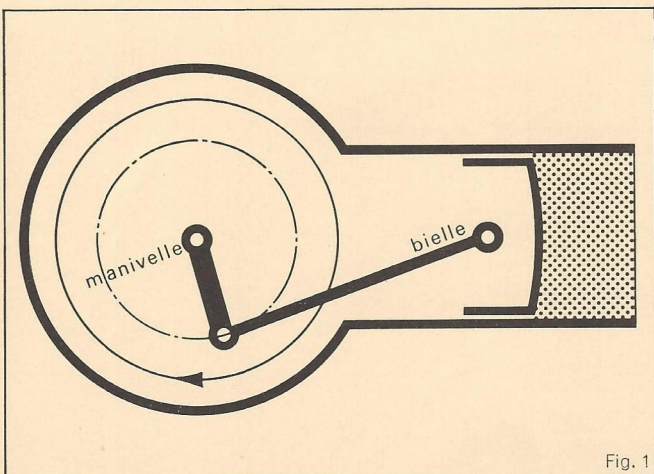
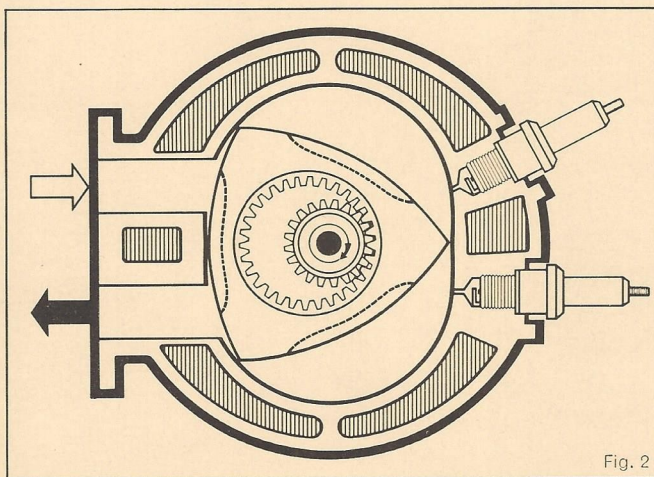

Fig. 1
Fig. 2
Les premiers sont caractérisés par un système bielle-manivelle qui transforme le mouvement alternatif rectiligne du piston en un mouvement circulaire de l'arbre moteur, ce dernier étant constitué d'un arbre coudé appelé vilebrequin (figure 1).
Les moteurs à piston rotatif sont ceux dans lesquels le système décrit ci-dessus a été remplacé par un piston accouplé à un arbre tournant (figure 2), effectuant un mouvement de rotation uniforme ou varié sans être affecté par des forces d'inertie alternatives dues aux variations de vitesse du piston au cours du cycle, et particulièrement aux points morts (P.M.H. - P.M.B., figure 1). Le mouvement produit est directement rotatif. Il n'est donc plus nécessaire de le transformer pour le rendre utilisable.
*The former are characterized by a connecting rod-crank mechanism transforming linear movement on the part of the piston shaft into circular movement on the part of the motor shaft, known as "crankshaft" on account of its shape. (Fig. 1).*
*Rotary-piston engines are those in which the system described above has been replaced by a piston, coupled to a rotating shaft (Fig. 2) and performing an uniform or variable rotary movement without being affected by alternating inertial forces due to changes in piston velocity during the cycle, and more particularly at top and bottom dead centres (TDC & BDC, Fig. 1). The motion produced is rotary, without having to be transformed, and can thus be utilized directly.*
Die ersteren zeichnen sich durch ein System mit Pleuelstange und Kurbel aus, das die Hin- und Herbewegung des Kolbens in eine drehende Bewegung der Motorwelle umwandelt; die gekröpfte Motorwelle ist die wohlbekannte Kurbelwelle (Abb. 1).
Bei den Dreh- und Kreiskolbenmotoren wird das obengenannte System durch einen mit der Motorwelle gekuppelten Kolben (Abb. 2) ersetzt, der eine gleichförmige Drehbewegung ausführt und dabei von den Trägheitskräften der hin- und hergehenden Massen unbeeinflusst bleibt : diese Trägheitskräfte rühren von den Geschwindigkeitsschwankungen des Kolbens an den beiden Totpunkten her. (Oberer Totpunkt - Unterer Totpunkt -, Abb. 1). Man erreicht so also direkt eine Drehbewegung. Es ist daher nicht mehr notwendig, die Bewegung umzuwandeln, um sie verwenden zu können.